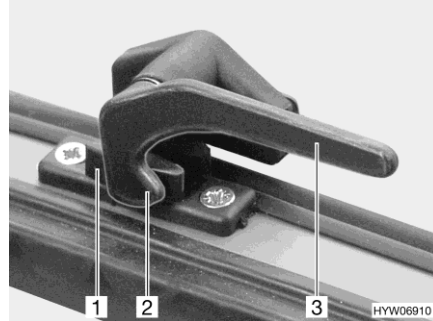

Fig. 43 Levier de verrouillage en position "Fermé"
- Tourner le levier de verrouillage (Fig. 43,3) d'un quart de tour vers le centre de la fenêtre.
- Tourner le levier de verrouillage (Fig. 43,3) d'un quart de tour vers le cadre de la fenêtre. Le tenon de verrouillage (Fig. 43,2) se trouve sur le côté intérieur du verrouillage de fenêtre (Fig. 43,1).
- En position "Fermé" (Fig. 43)